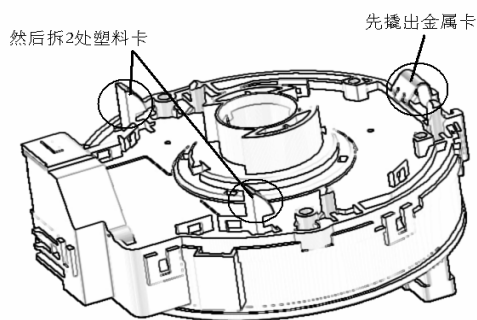

图 5.2—9
- (1) 对齐中间轴和滑叉上的配合标记。
- (2) 安装螺栓 B，拧紧螺栓 A，拧紧力矩：28 N·m。
- 13) 连接地板式换挡驻车锁止拉线。钥匙位于 ACC 位置，推进换挡驻车锁止拉线进行安装，见图5.2—8。